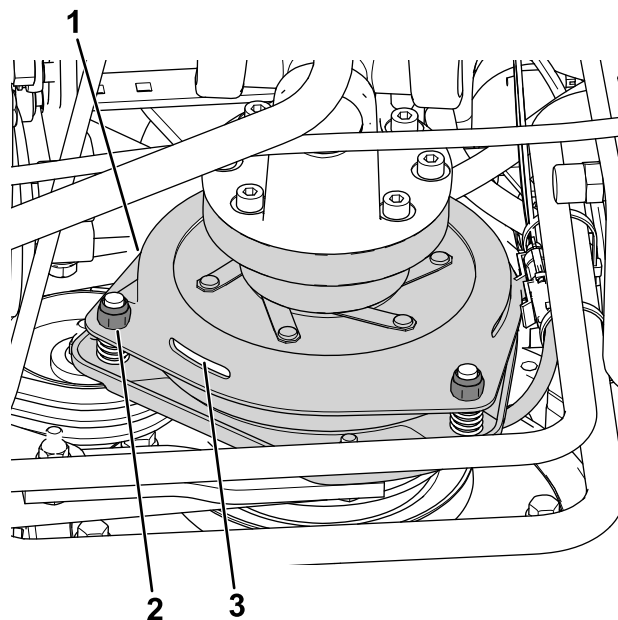

Bild 80
3. Stellen Sie den Abstand so ein, dass eine 0,3 mm Fühlerlehre mit leichtem Druck zwischen die Kupplungsauskleidung und die Bremsscheibe passt (Bild 80).
Hinweis: Drehen Sie die Einstellmutter nach rechts, um den Abstand zu verringern (Bild 80). Der maximale Betriebsabstand beträgt 0,6 mm. Stellen Sie alle drei Luftspalte auf 0,4 mm ein.